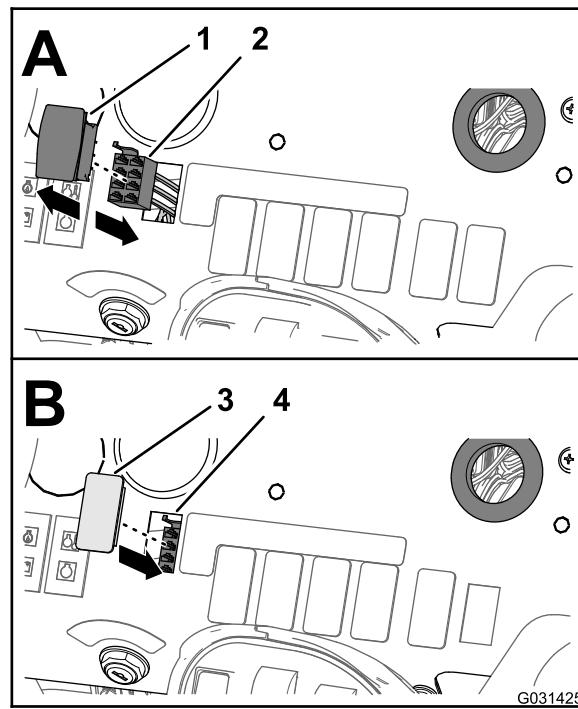

Figura 30
1. Da sotto il cruscotto della macchina, spremete tra loro le alette di bloccaggio dell'interruttore di comando del volume e spingete verso l'alto l'interruttore di comando del volume, fuori dal cruscotto (Figura 30).
2. Scollegate il connettore a 8 prese del cablaggio anteriore della macchina (indicato dall'etichetta **Rate Switch** (interruttore volume)) dal connettore a 8 pin dell'interruttore (Figura 30).
4. Allineate il tappo dell'interruttore sull'apertura nel cruscotto dove avete rimosso l'interruttore del volume (Figura 30).
5. Inserite il tappo dell'interruttore nel cruscotto, fino a quando il tappo non scatta nel cruscotto in modo sicuro (Figura 30).